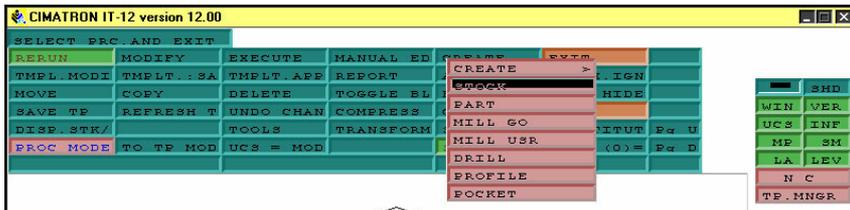

Рисунок 16
11. Создание заготовки. Появляется окно менеджера, в котором выбираем CREATE>>STOCK (рис. 16)